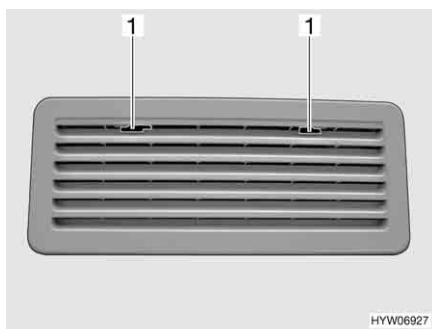

Fig. 94 Griglia di aerazione del frigorifero (Thetford)
- Spingere verso il centro l'arresto (Fig. 94,1).